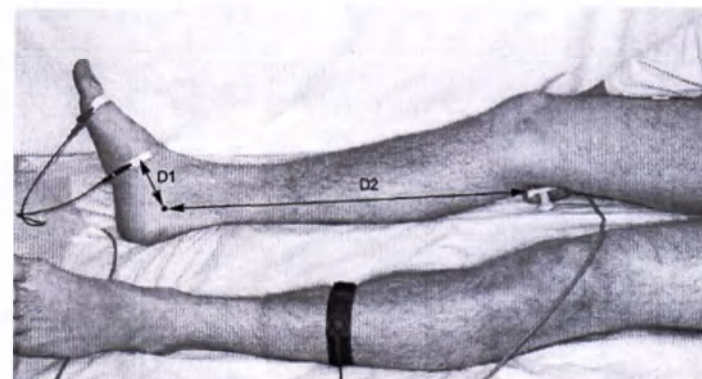

Рис. 99. Измерение расстояния
- Проведите измерение расстояния последовательно от дистальной точки стимуляции до активного электрода, между точками стимуляции. Точность измерения расстояния — ± 5 мм (рис. 99).